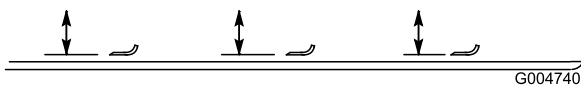

図 98
4. デッキの天井から各ブレードの前端の刃先までの距離を測る 図 98。